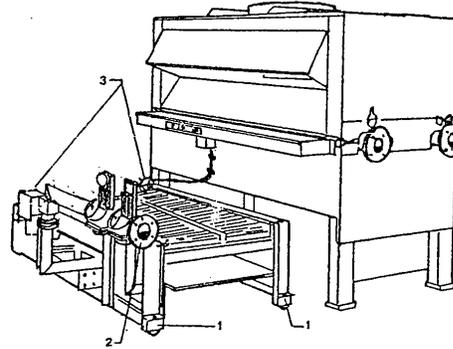

Fig. 13
8.3. Déposé du brûleur d'une R-18 (fig. 13)